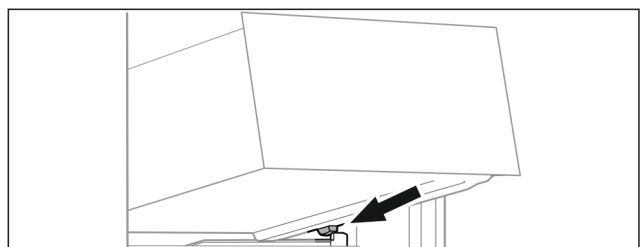

Fig. 121
- ▶ Встановити висувний ящик за стопорами на ребро для резервуару навкосо. (див. Fig. 121)